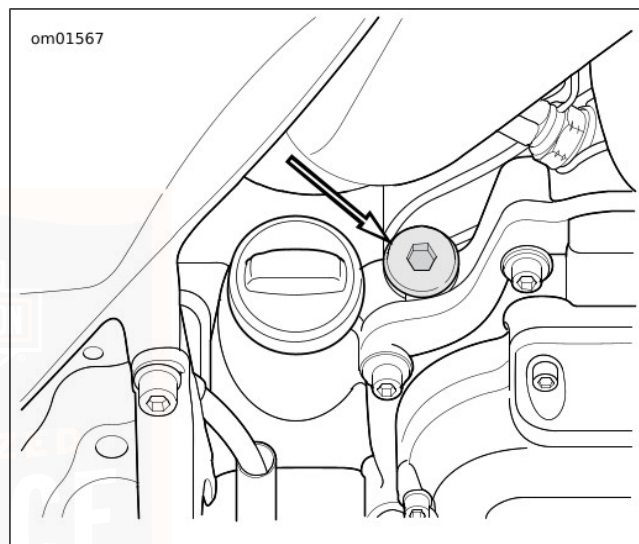

Abbildung 66. Lage des Getriebeeinfüllverschlussstopfens/Ölmessstabs
2. Siehe Abbildung 66. Den Getriebeeinfüllverschlussstopfen/Ölmessstab entfernen. Den Ölmessstab sauber wischen.